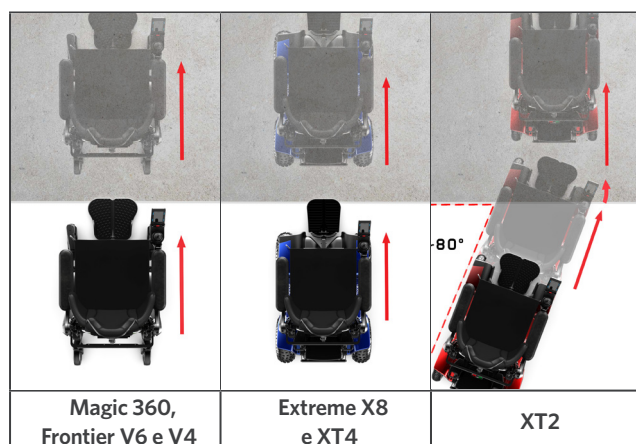

Figura 3.1 - Aproximação aos obstáculos
mesmo tempo (Figura 3.1).
- XT2: Aproxime-se do obstáculo de forma que ambas as rodas toquem o obstáculo juntas ou em um ângulo ligeiro (Figura 3.1)